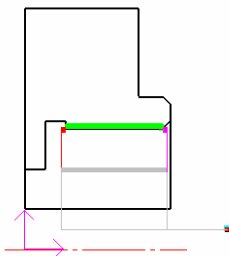

图 4-217 螺纹刀具加工轨迹
- 7) 生成刀具轨迹。当确定好进退刀点后，系统会自动生成绿色的刀具轨迹，如图 4-217 所示。